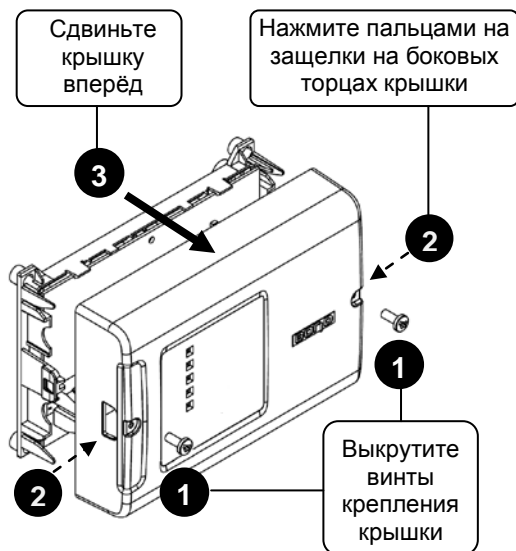

Рисунок 2. Снятие крышки контроллера
3.1.5 Снимите крышку контроллера в порядке, указанном на рис. 2.
3.1.9 Снимите крышку контроллера в порядке, указанном на рис. 2.
3.2.2 Снимите крышку контроллера в порядке, указанном на рис. 2.